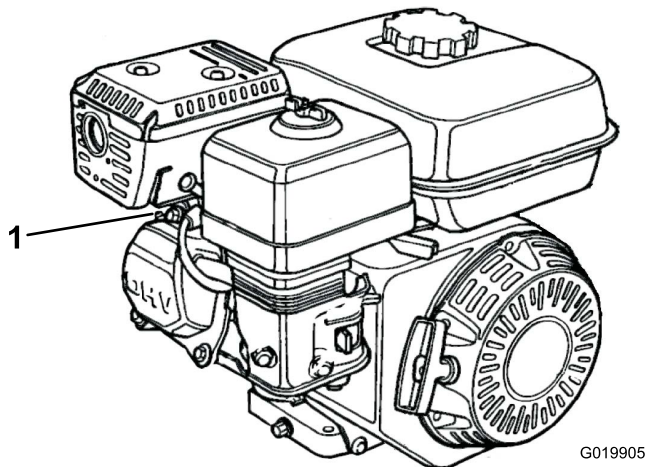

図 32
2. 点火プラグついている点火ケーブルを取り外す **図 32**。